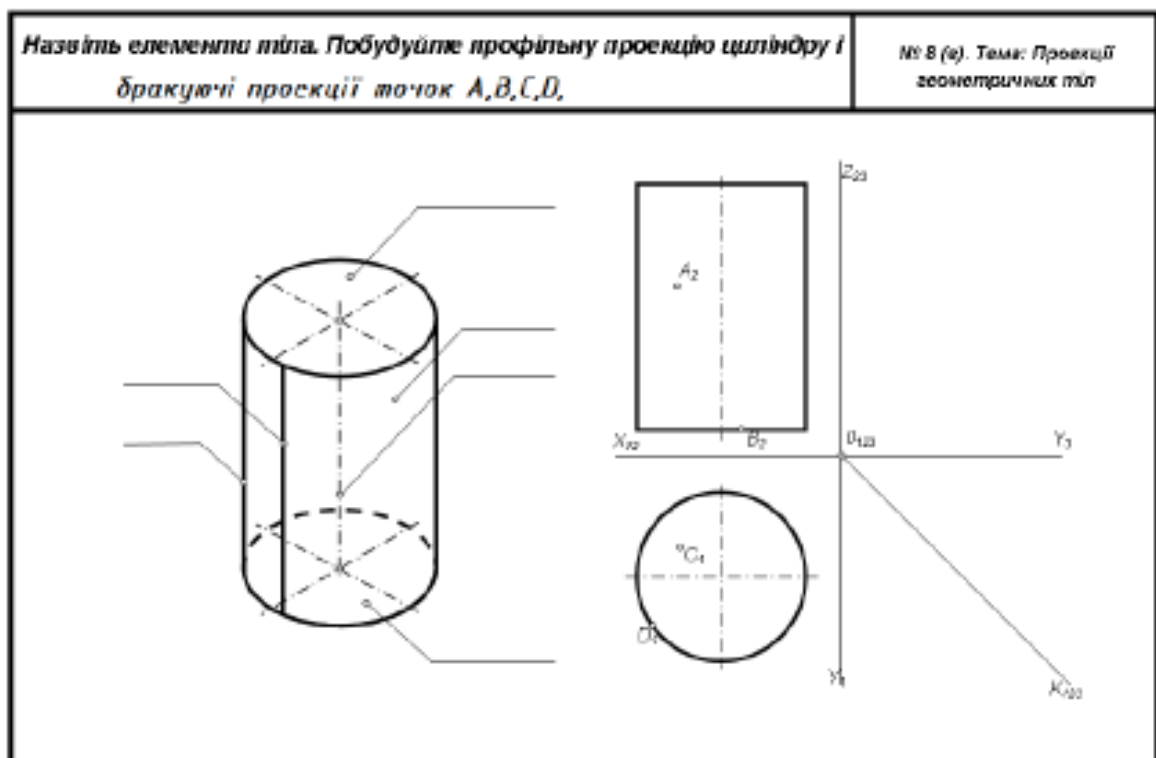

Рис. 13 – завдання № 5 в.
8. У завданні № 5 в (рис. 13)- треба побудувати профільну проєкцію прямого кругового циліндра. Вісь циліндра перпендикулярна до горизонтальної площини (Π_1). На горизонтальну площину проєкцій циліндр проєкується у вигляді кола, на фронтальну та на профільну площини проєкцій (Π_2 та Π_3) — у вигляді прямокутників, висота яких дорівнює висоті циліндра, ширина — діаметру основи.